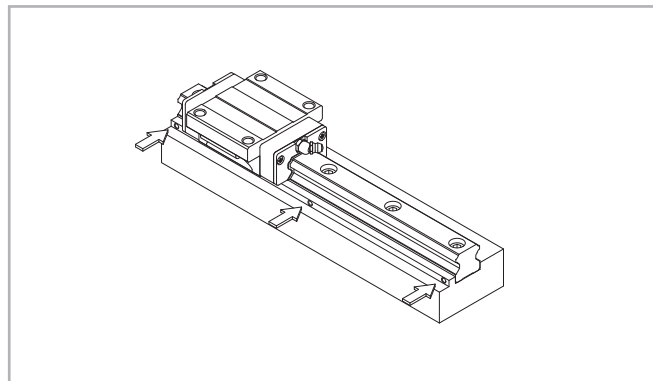

Abb. 54
(3) Die Andruckschrauben an der Führungsschiene anziehen, bis enger Kontakt an der seitlichen Anschlagfläche besteht (s. Abb. 54).